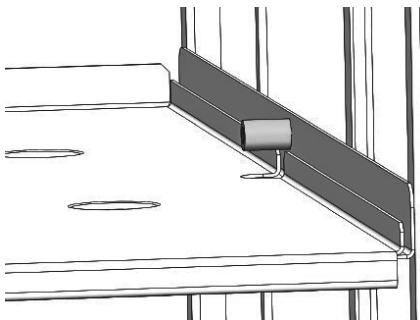
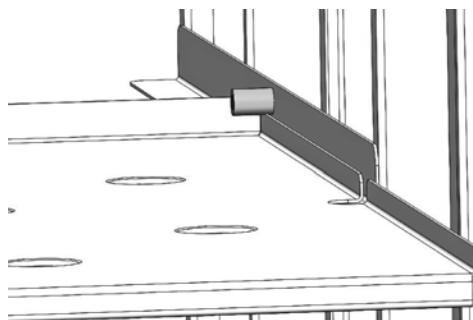

Рис.2
Рис.3
4.9. Для удобства процесса загрузки/разгрузки витрины, полки выполнены с фиксатором и имеют возможность выдвигаться на половину своей длины (рис.3). Для того, чтобы извлечь полку из витрины, необходимо в полностью задвинутом положении полки (рис.2) поднять её вверх. При этом ограничивающий ролик на решетке пойдет через паз в полке.